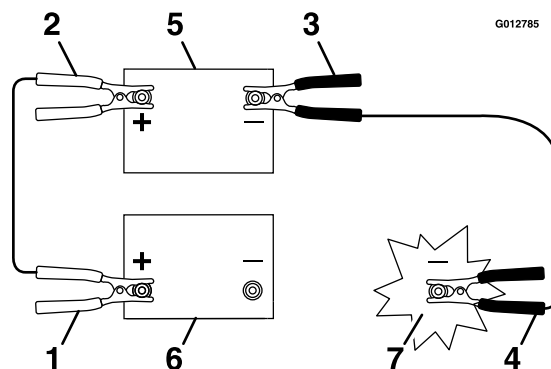

Bild 59
3. Schließen Sie das Pluskabel (+) an den Pluspol (+) der entladenen Batterie an, der am Anlasser oder Magnetventil angeschlossen ist, wie in Bild 59 abgebildet.